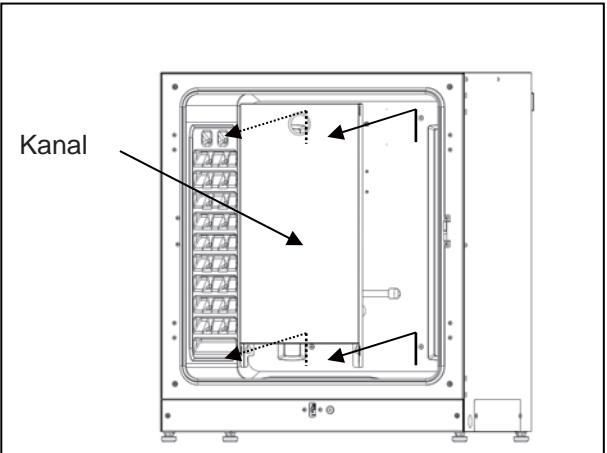

Abb. 5
6. Lösen Sie die Schrauben an der Rückseite und heben Sie den Kanal heraus (Abb. 5).